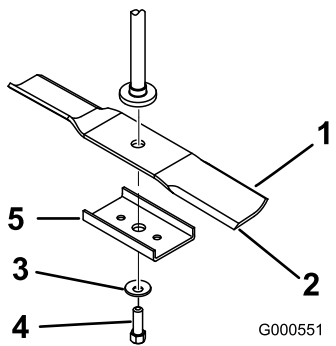
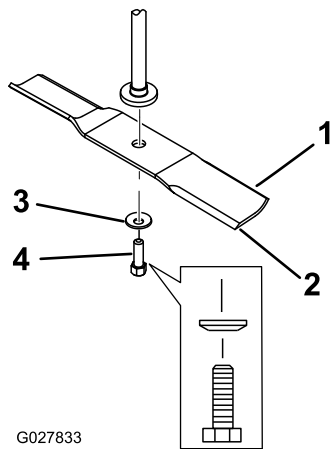

Figura 49
Figura 50
- Retire el refuerzo de la cuchilla (solo en carcasas de 81 cm [32"]), el perno de la cuchilla, la arandela curva y la cuchilla del eje del perno (Figura 49 y Figura 50).
- Instale la cuchilla en el eje (Figura 50).
- Instale el refuerzo de la cuchilla (carcasas de 81 cm [32"] solamente), la arandela curva (con la copa hacia la cuchilla) y el perno de la cuchilla (Figura 50).